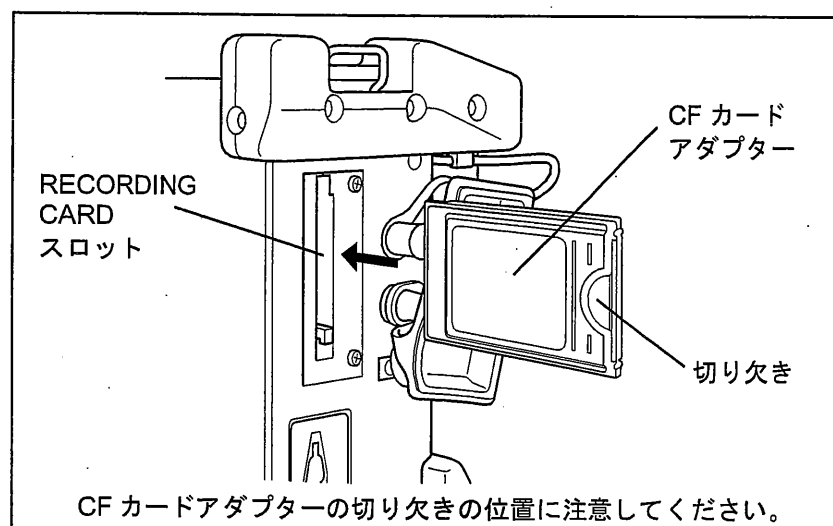

図 4.8
- RECORDING CARD スロットへの記録カードの装着は、必ず図 4.8 に示す方向で行ってください。図 4.8 に示す方向とは異なった方向で記録カードを装着した場合、記録カードおよび RECORDING CARD スロットが破壊されるおそれがあります。
IPLEX MX R 本体側面の RECORDING CARD スロットに OLYMPUS 指定の CF カードを CF カードアダプターに取り付けて装着します（図 4.8 参照）。